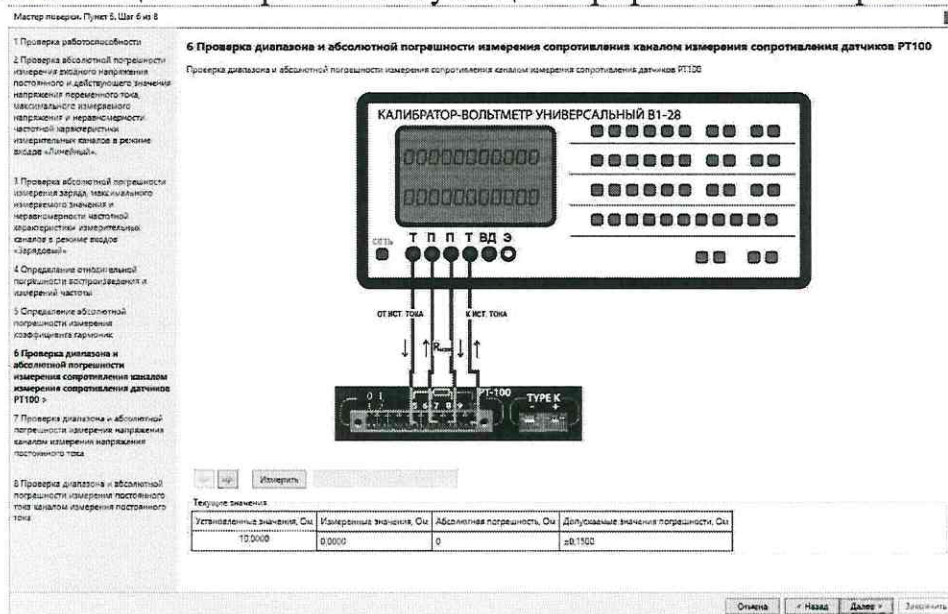

Рисунок 17 – Схема проверки диапазона и абсолютной погрешности измерений сопротивления каналом измерений сопротивления датчиков РТ100
10.5.2 В соответствии с рекомендациями «Мастера поверки» собрать схему, изображенную в окне программы (Рисунок 17). В качестве источника сигнала использовать калибратор В1-28.